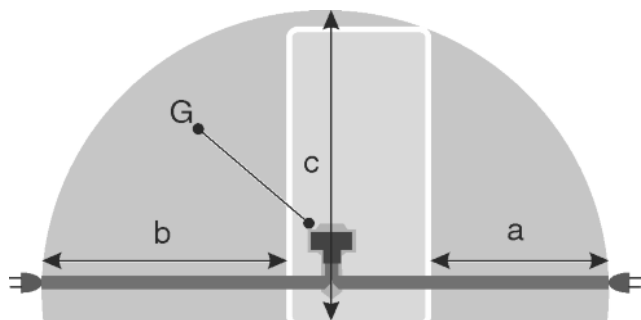

Fig. 27
- Zásuvka leží mimo oblast zadní stěny spotřebiče v dané oblasti Fig. 27 (a, b, c).
- ▶ Zástrčku spotřebiče Fig. 27 (G) zastrčte na zadní straně spotřebiče. Dávejte pozor na správné zaklesnutí.